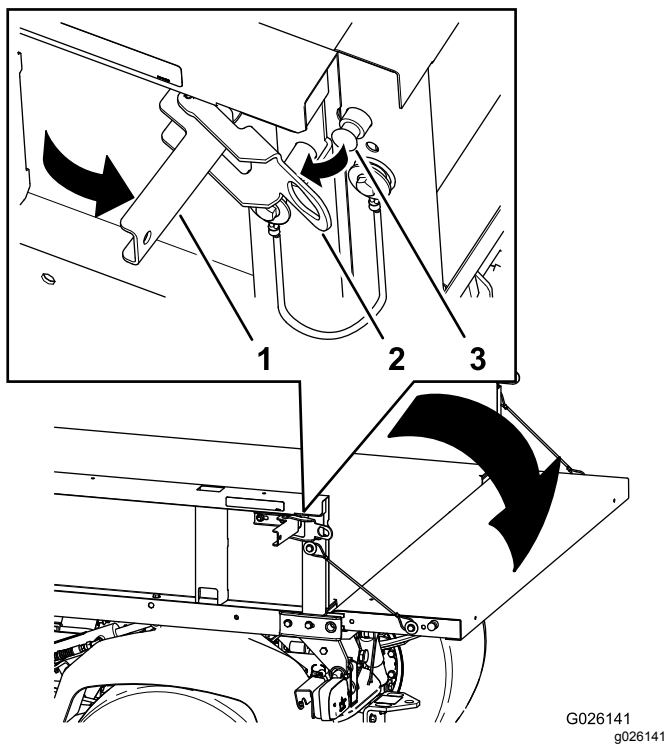

Figura 19
2. Aprite i fermi sul lato destro e sinistro del cassone e abbassate la sponda posteriore (Figura 19).